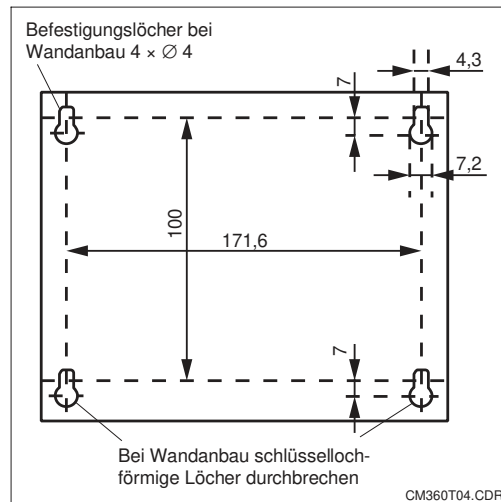

Bild 3.4 OCM 360, Schraubenpositionen für Wandaufbau
- Gerät an die Wand halten und Schraubenpositionen anzeichnen oder gemäß Bild 3.4 festlegen